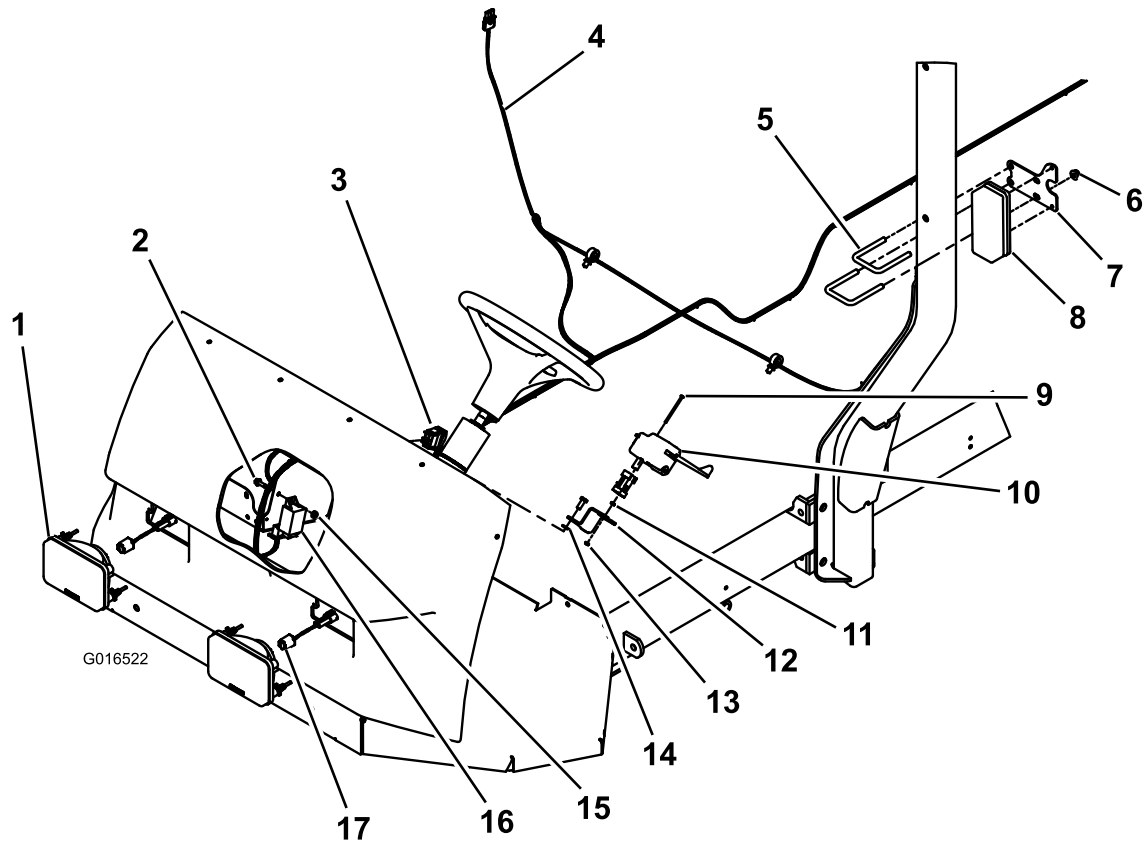

Figura 1
3. Inserte los faros nuevos (Figura 1) y sujételos con los retenedores que retiró en el paso 2.
Instale una luz de posición en cada lado de la barra antivuelco a una altura de 58 pulgadas (147 centímetros) desde el suelo hasta la parte superior del soporte, según se muestra en Figura 1.
1. Retire los 2 pernos del lateral izquierdo de la columna de dirección (Figura 1).
Instale el módulo de las luces de emergencia con un tornillo con arandela prensada de cabeza hexagonal y una tuerca hexagonal con arandela prensada (Figura 1).